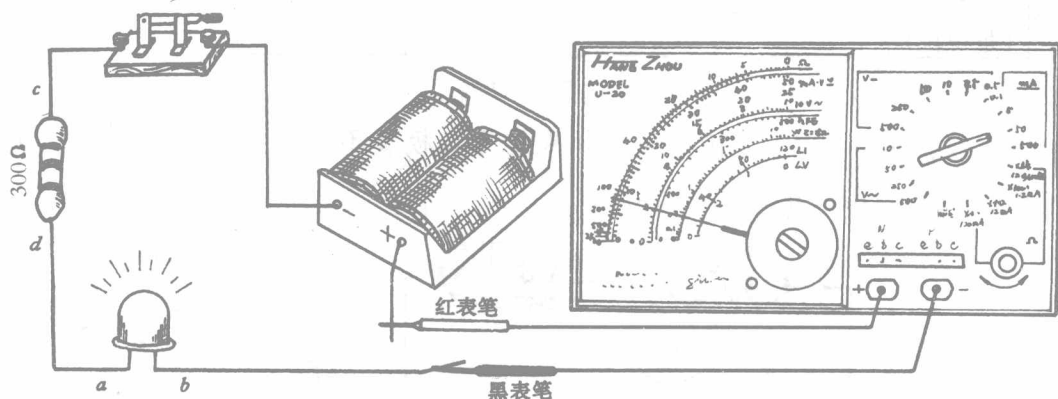

图 1-1-6
② 如图 1-1-6 所示, 将上面实验电路中发光二极管到正极的连接线(图中 b) 断开。将万用表红表笔接电池正极, 黑表笔接 b 端(即将万用表串联接入电路)。
③ 读数据, 此次操作记录为 _____ mA。
(4) 测量电烙铁的电阻值。